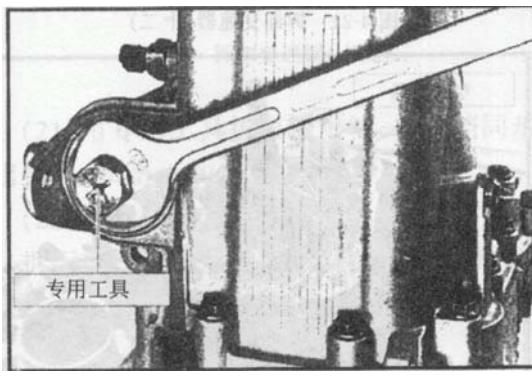

图 4-14 拆卸变速器 (五)
(5) 用专用工具旋下换档轴的螺塞盖，取出压簧及换档轴总成，如图 4-14 所示。